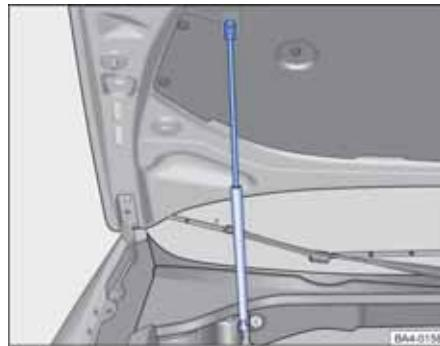

图 198 发动机舱盖支撑杆位置
- 在气动元件的帮助下，将发动机舱盖撑至顶端，并固定。 $\Rightarrow$  图 198